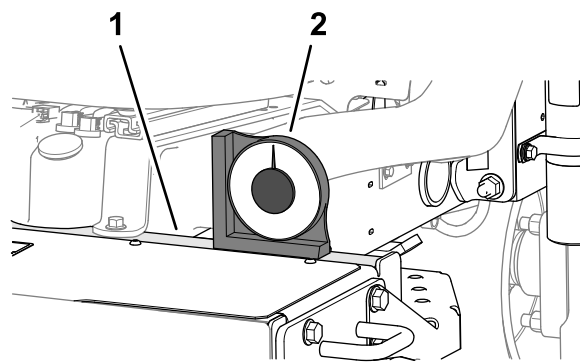

Figure 6
2. Vérifiez que la machine est de niveau en plaçant un inclinomètre portable (fourni avec la machine) sur la traverse du cadre près du réservoir de carburant (Figure 6).